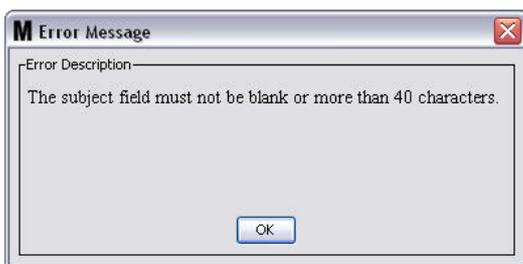

FIG. 143
- **Asunto:** identifica el motivo por el que se envía el mensaje de correo electrónico. Tiene que proporcionar un asunto. Aparecerá el mensaje de error que se representa en la FIG. 143 si hace clic en el botón Aceptar sin proporcionar una dirección de correo electrónico.